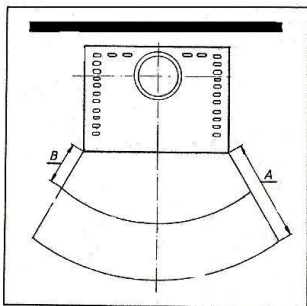

Fig. 8
Per gli elementi costruttivi, i mobili e i tessuti di arredamento infiammabili situati nella zona di irraggiamento della stufa è necessario rispettare una distanza minima di **100 cm** (A), misurati dal bordo anteriore dell'apertura del focolare. La distanza di sicurezza si riduce ai **50 cm** (B) qualora di fronte all'elemento sia installata una protezione areata (v. fig. 8).